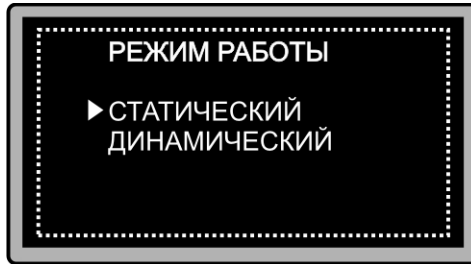

Рис. 6.2 Выбор режима работы дефектоскопа
6.1.2.1 Для выбора статического или динамического режима работы (рис. 6.2) кнопками "↑", "↓" установить курсор на соответствующую строку и нажать кнопку "←".